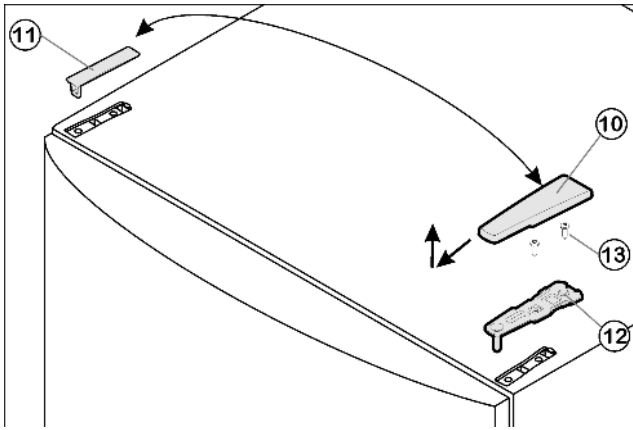

Fig. 5
- ▶ Kryt Fig. 5 (10) odoberte smerom dopredu a hore.
- ▶ Kryt Fig. 5 (11) nadvihnite.
- ▶ Hornú ložiskovú konzolu Fig. 5 (12) odskrutkujte (2 x Torx® 25) Fig. 5 (13) a odoberte smerom hore.
- ▶ Vrchnú ložiskovú konzolu Fig. 5 (12) nasadte na novej strane závesu do dverí.
- ▶ Hornú ložiskovú konzolu Fig. 5 (12) **pevne (pomocou krútiaceho momentu 4 Nm)** priskrutkujte (2 x Torx® 25) Fig. 5 (13). Diery na skrutky príp. predpichnete alebo použite akumulátorový skrutkovač.
- ▶ Kryt Fig. 5 (10) a kryt Fig. 5 (11) nasadte vždy na opačnej strane.